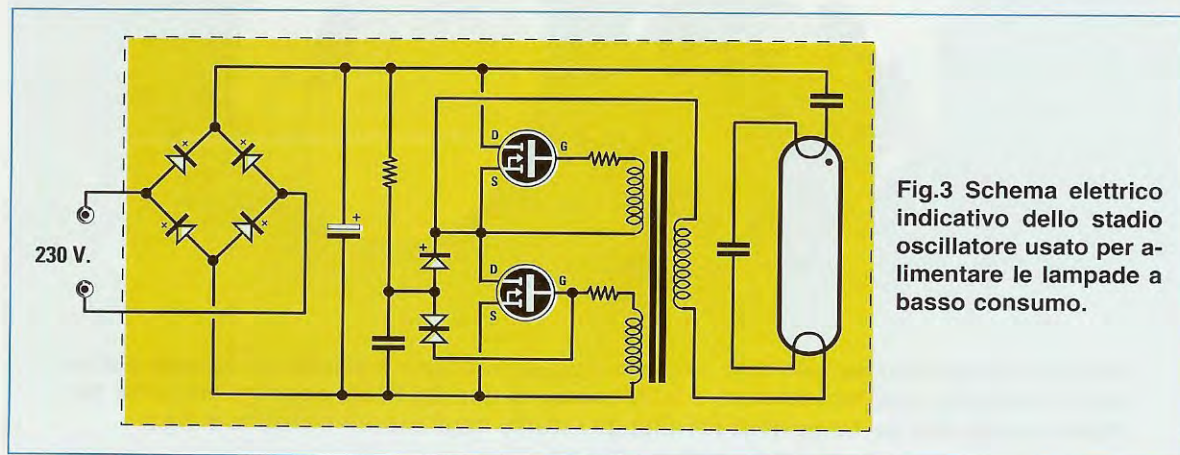

Fig.3 Schema elettrico indicativo dello stadio oscillatore usato per alimentare le lampade a basso consumo.
A titolo di curiosità, in fig.3 abbiamo riportato uno schema elettrico puramente **indicativo**, poiché, ovviamente, ogni Casa Costruttrice impiega un suo circuito.
Questa frequenza viene poi prelevata dal secondario di un trasformatore in **ferrite** ed applicata alla lampada a **basso consumo** così da provocarne l'**accensione** (vedi fig.3).
**Fig.1** All'interno dello zoccolo delle lampade a basso consumo è inserito un circuito elettronico in SMD che provvede ad elevare la frequenza di rete dei 50 Hz su valori compresi tra i 30.000 e gli 80.000 Hz. Lo schema del circuito inserito negli zoccoli è visibile in fig.3.
di queste lampade è già racchiuso un **ponte raddrizzatore** (vedi fig.3).